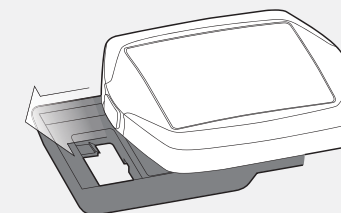

図15: コンピューターベースへのコンピューターのはめ込み
7. コンピューターをコンピューターベースにスライドさせてはめ込みます (図15)。
4. コンピューターをコンピューターベースにスライドさせてはめ込みます (図15)。